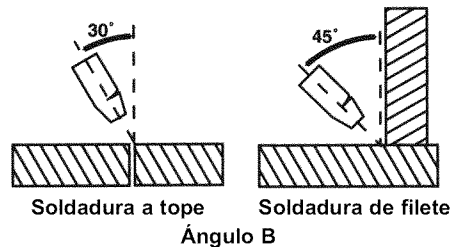

Figura 10. Posición de la pistola, Ángulo B
2. El ángulo B (Figura 10) puede variarse por dos razones: para ver mejor el arco en relación al charco de soldadura fundida y para dirigir la fuerza del arco.